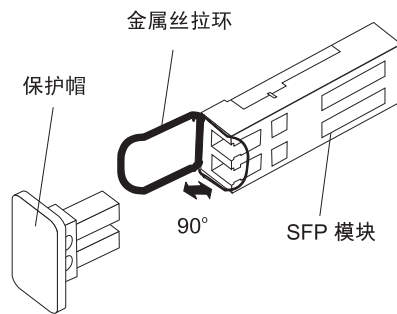

图 3-11. 松开金属丝材质的 SFP 模块滑锁
- 如图 3-11 中所示，对于包含金属丝卡口的 SFP 模块，拉动金属丝滑锁以松开 SFP 模块滑锁。